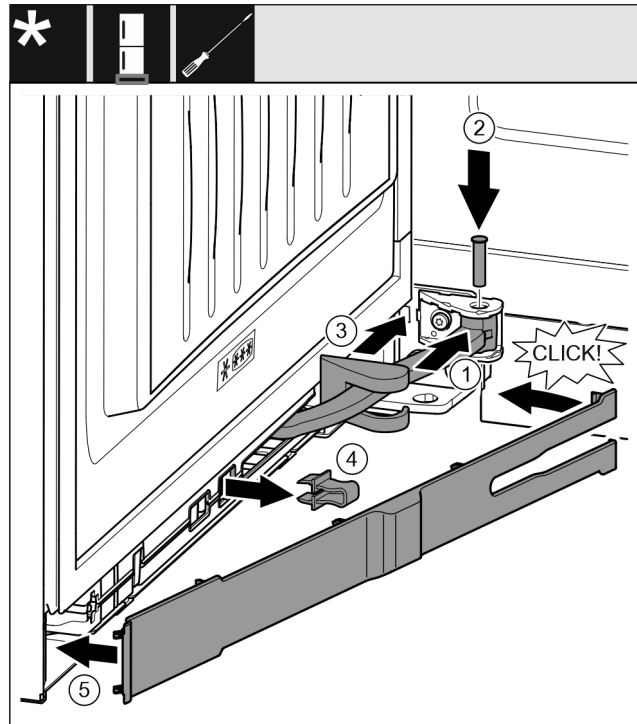

Fig. 53
- Gelenk Fig. 53 (1) in Aufhängung drehen.
- Bolzen Fig. 53 (2) mit einem Schraubendreher in Aufhängung und Gelenk einsetzen. Dabei darauf achten, dass der Rastnocken korrekt in der Nut sitzt.
- Lagerbockabdeckung Fig. 53 (3) entlang des Gelenks schieben und über der Aufhängung montieren.
- Sicherung Fig. 53 (4) abnehmen.
- Blende Fig. 53 (5) griffseitig ansetzen und einschwenken.